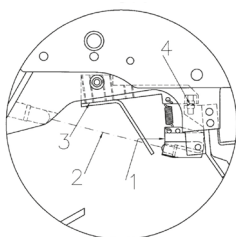

FIG.3
Chiudere la leva d'armamento (1) facendo attenzione che il dito del grilletto NON sia nel raggio di azione del sensore ottico (Fig. 3 particolare 2, linea dei sensori), altrimenti il colpo potrebbe partire da solo. Considerando la sensibilità di regolazione dello scatto anche le minime vibrazioni in fase di chiusura possono fare funzionare il sistema elettronico.
Posizionare il dito sul grilletto facendo attenzione che il dito sia nel campo di azione del sensore ottico (Fig. 3 particolare 2, linea dei sensori).
## 3. REGOLAZIONE DELLO SCATTO (FIG. 3 E FIG 5)